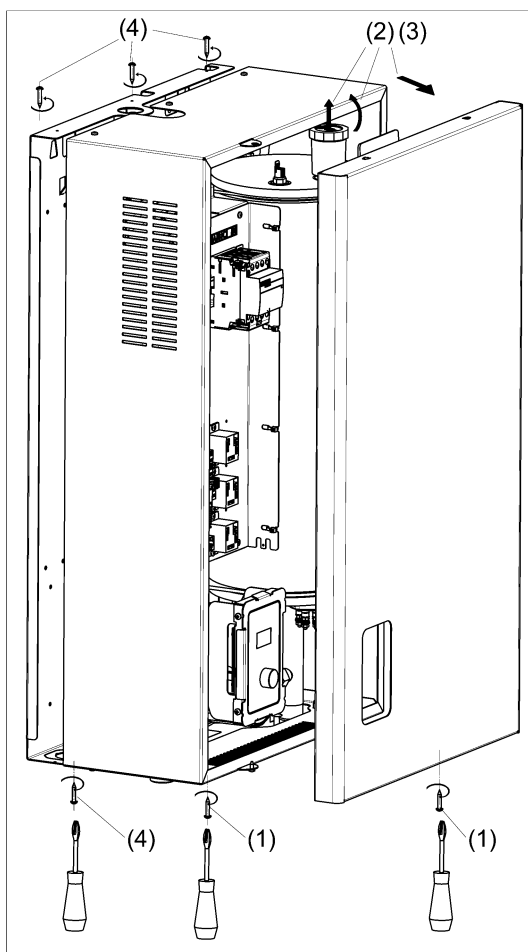

Рисунок 5. Снятие лицевой панели и кожуха
(1) Проверьте прочность стены (вертикального основания) на которую планируется установка прибора. При необходимости выполните усиление стены. Выполните разметку отверстий в стене под крепление прибора, размеры для крепления приведены в **Приложении А**.
(2) Просверлите отверстия в основании, на которые планируется крепить прибор.
(3) Снимите кожух прибора (см. рис. 5).
(4) Выполните установку и фиксацию прибора на вертикальное основание.
(5) Выполните электрическое подключение прибора к сети и электромонтаж других компонентов (3-ходовой клапан ГВС, датчики температуры и т.п) согласно **требованиям раздела 6**.
(6) Установите кожух прибора.
(1) Выверните два самореза с нижнего торца панели (см. рис. 5).
(2) Выдвиньте лицевую панель на себя и слегка приподнимите.
(3) Уберите панель в сторону в безопасное место.
(4) Выверните по три самореза с нижнего и верхнего торца кожуха.
(5) Снимите кожух